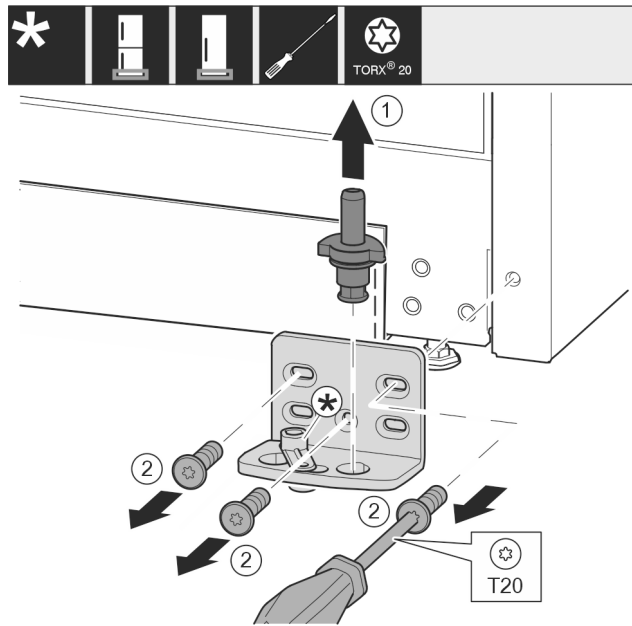

Fig. 12
- ▶ Ložiskový čep Fig. 12 (1) celý vytáhněte nahoru.
- ▶ Šroubovákem vyšroubujte šrouby Fig. 12 (2) a sejměte stojan ložiska.